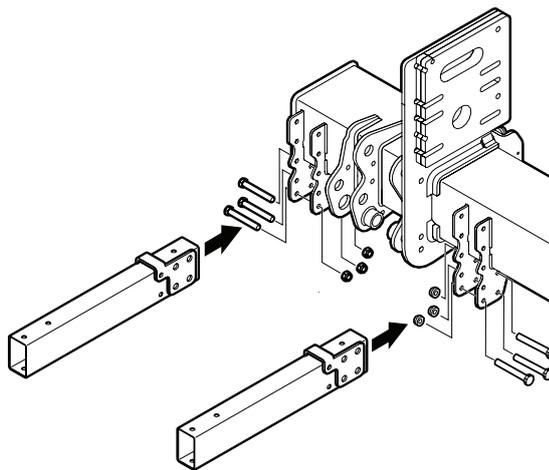

Figure 52. Montage des supports sur le tube porteur
1. Installez les supports sur le tube porteur du hayon élévateur avec 3 boulons M12x100 chacune sans serrer. Voir Figure 52.